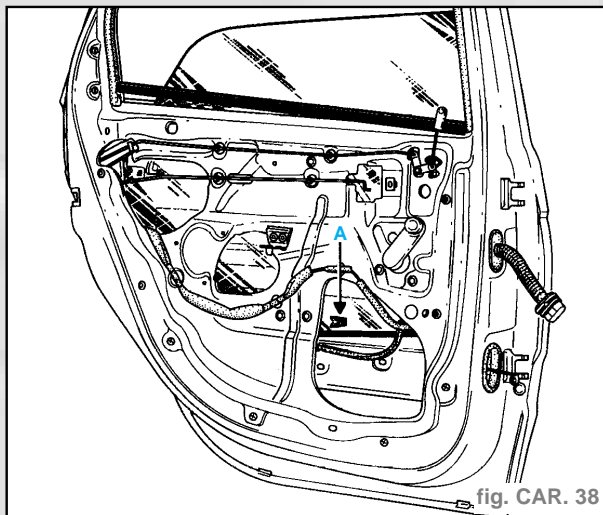

fig. CAR. 38
- Déposer la fourchette de fixation (A) (fig. CAR. 38).